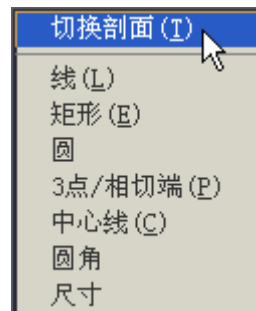

图 5-4
- (1) 在绘图窗口单击右键，在弹出的快捷菜单中单击【切换剖面】选项，如图 5-4 所示。此时，第 1 个截面颜色变淡，可以绘制下一个截面。